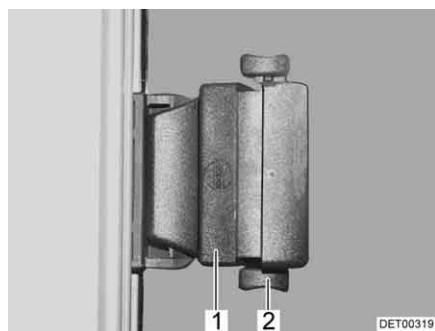

Fig. 102 Janela deslizante com trinco de pressão
- Solte o dispositivo de bloqueio (Fig. 102,2).
- Pressione o manípulo (Fig. 102,1) e, ao mesmo tempo, mova-o para diante ou para trás.